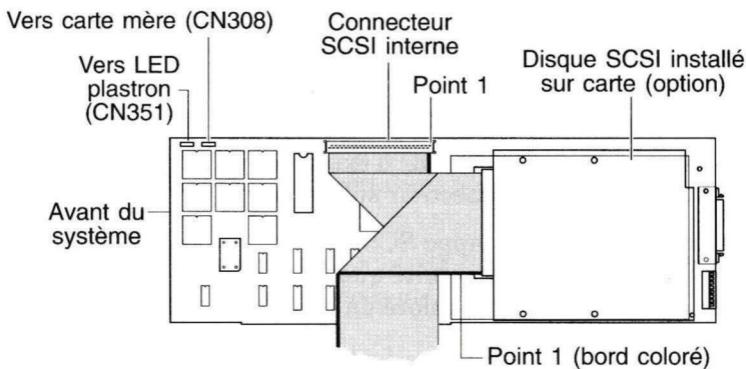

Figure 5. Connecter le câble en nappe à la carte
5. Connectez le câble en nappe à la carte en alignant le point 1 du connecteur du câble (bord coloré) sur le contact 1 de la carte, comme l'indique la figure 5.
6. Connectez le câble en nappe au disque dur de la carte (s'il est installé) comme l'indique la figure 5. Assurez-vous que le point 1 du connecteur du câble est bien aligné sur le contact 1 de la carte. Ce dernier est habituellement signalé par une flèche (←) ou le chiffre 1.
8. Déconnectez le câble de la LED (diode électroluminescente) du disque dur du plastron qui est raccordé au connecteur de LED du disque dur sur la carte mère (s'il est connecté). Connectez-le ensuite au connecteur de raccordement à la LED du plastron (Vers LED plastron (CN351)) sur la carte A4091, représenté à la figure 5.
9. Si vous souhaitez que la LED du disque dur fonctionne également pour les disques IDE, installez le câble de connexion de LED (fourni avec la carte A4091) entre le connecteur de LED de la carte mère et le connecteur de raccordement à la carte mère (Vers carte mère (CN308)) sur la carte A4091, représenté à la figure 5.